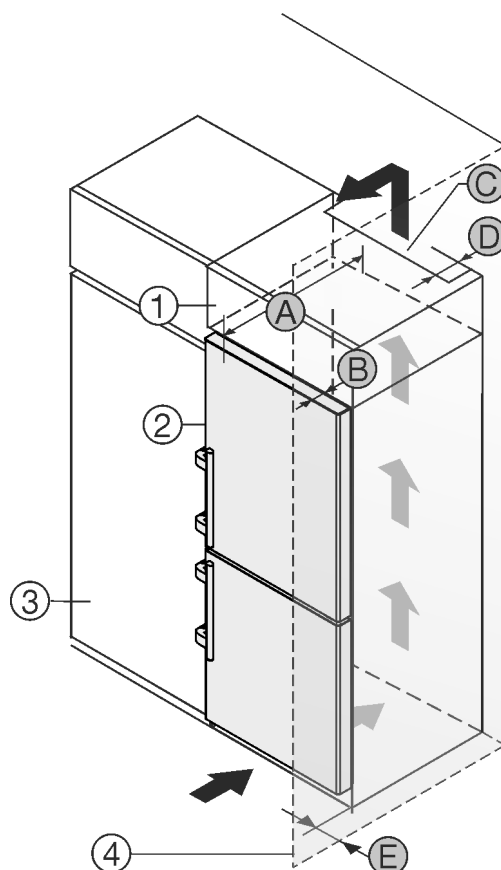

Fig. 2
Du kan plassere apparatet rett ved siden av kjøkkenskapet *Fig. 2 (3)*.*
På baksiden av skapmodulen over enheten må det installeres en ventilasjonskanal med dybden *Fig. 2 (D)* over hele skapmodulens bredde.*
Ventilasjonsverrsnittet *Fig. 2 (C)* under taket i rommet må overholdes.*
Hvis apparatet plasseres med hengslene mot en vegg *Fig. 2 (4)*, må avstanden mellom apparatet og veggen være minst 57 mm. Dette tilsvarer hvor mye håndtaket stikker ut når døren er åpen.*
For at du skal kunne åpne døren helt, må apparatet rage dør dybden *Fig. 2 (B)* lenger ut enn fronten på kjøkkenskapene. Avhengig av kjøkkenskapenes *Fig. 2 (3)* dybde og bruk av veggavstandsstykker kan enheten rage enda lenger ut.*